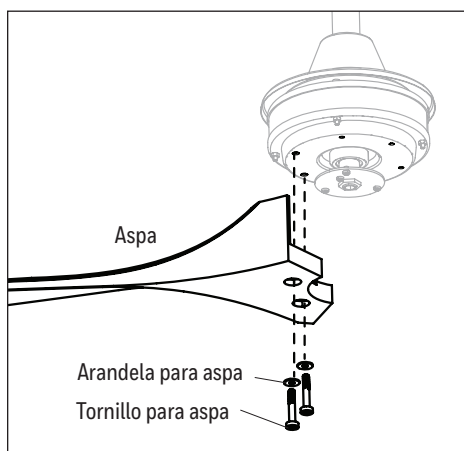

Figure 5.3
3. Alinee los orificios de un aspa con los dos oricios para tornillos del aspa en la parte inferior del ensamblaje del motor. Asegure el aspa con dos tornillos y arandelas para el aspa. Repita los mismos pasos para el resto de las aspas (Figure 5.3).